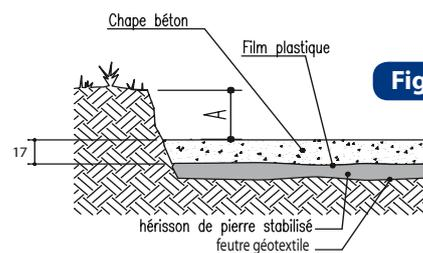

Figure 2
- Mettez impérativement le terrassement de niveau. (figure 2).